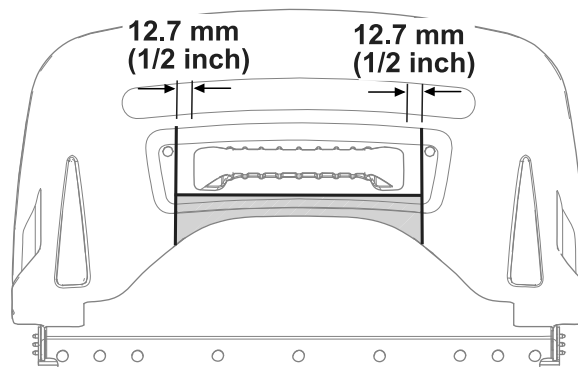

图 17
1. 使用已安装的集草斗手柄作为模板标记一条与手柄前面相邻的平行线 图 17。
2. 从手柄两侧分别测量出 12.7mm 标记 2 条与您步骤 1 中标记的线相垂直的线 图 17。
4. 使用标记的线条修剪出图 17 中所示的阴影区域。